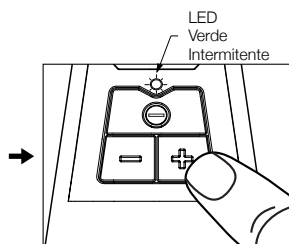

Figura 3
- c. Ajustar la velocidad presionando los botones "+" o "-" en la placa de control de mandos. "+" para aumentar la velocidad y "-" para disminuirla- *ver figura 3*.